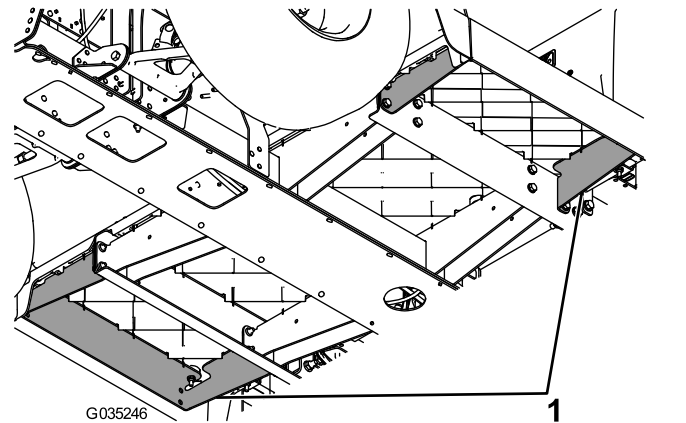

Bild 4
3. Entfernen Sie eine der vorhandenen Bodenplattenstützen (Bild 4).
- Entfernen Sie die andere vorhandenen Bodenplattenstütze (Bild 4).